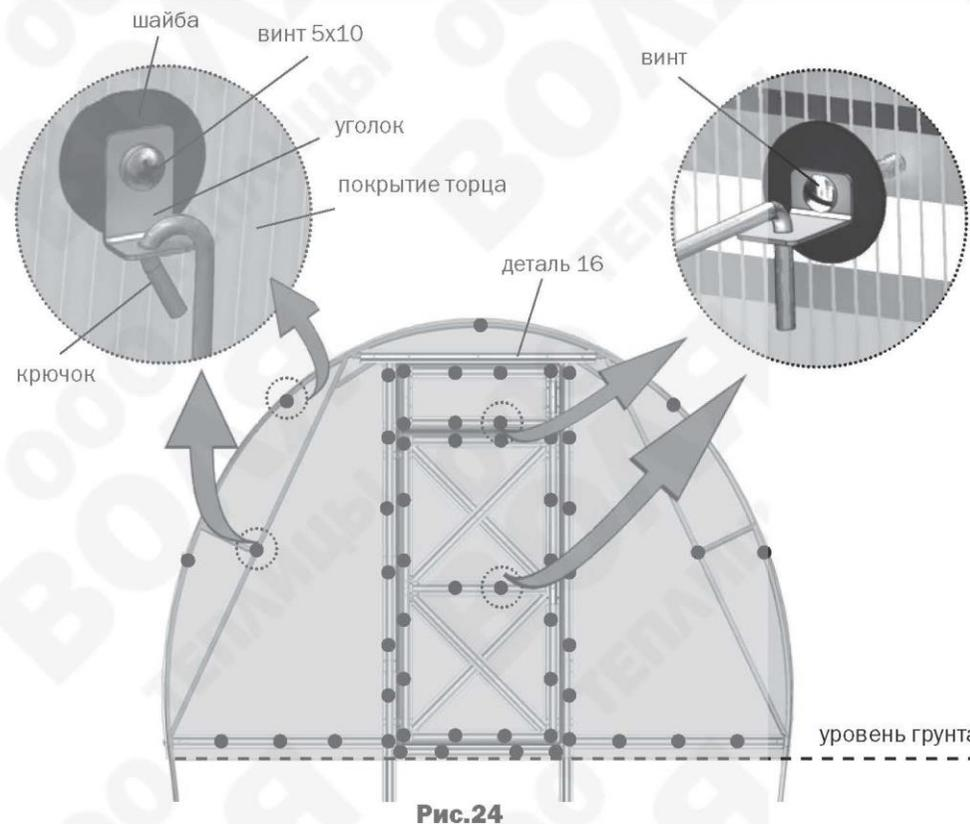

Рис.24
3. Установите боковины торца в соответствии с рис.24. Придерживая кусок покрытия, закрепите его винтами с шайбами по деталям 6к, 7, 8 (рис.16) и по уголкам с помощью самонарезных винтов с шайбами. Отверстия для винтов выполняются сверлом диаметром 5 мм изнутри теплицы через готовые отверстия в деталях каркаса. Установите куски «коньковой панели», закрепляя их на уголки с помощью самонарезного винта с шайбой. Нахлест с боковинами срезать.
6. Установите накладку торцевую **16** на покрытие торца и закрепите ее на детали **5** через покрытие (рис.20 и рис.24). Под деталью **16** находится стык кусков покрытия торца.
8. Шайбы и крючки на торце устанавливаются в соответствии с рис.24.